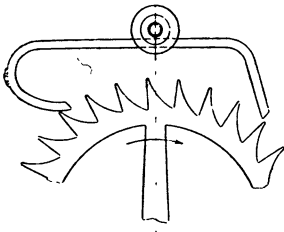

Рис. 57. Узел якоря стальных часов упрощенной конструкции
- 2) Узел якоря должен охватывать не менее 6,5 шагов спускового колеса, в зависимости от чего он будет больше и немного иной формы (рис. 57), чем в часах с гиревым заводом.